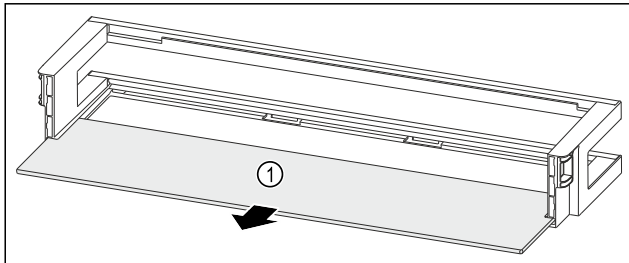

Fig. 114 Deurrek met draagplateau
- Draagplateau Fig. 114 (1) verwijderen.